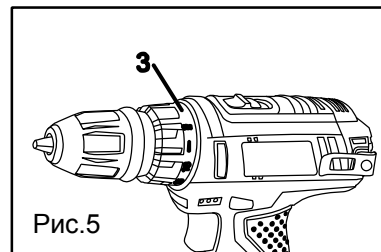

Рис.5
Для выбора режима сверления поверните кольцо (3) в положение  (**рис.5**).